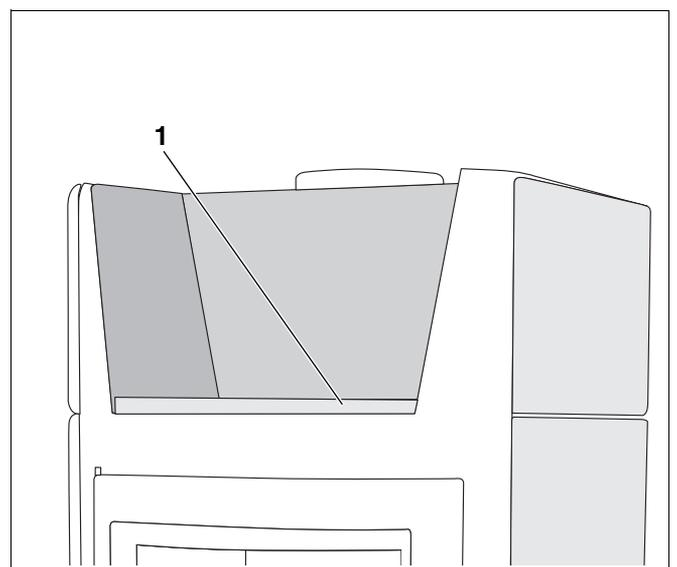

Abb. 17 Warmhaltefachkachel
- Warmhaltefachkachel (Abb. 17, **Pos. 1**) einlegen.